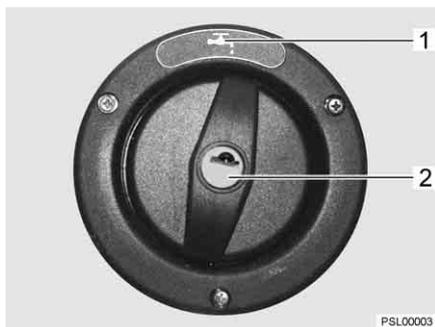

Fig. 181 Tubo de llenado de agua potable
El tubo de llenado de agua potable está identificado con el símbolo "☰" (Fig. 181,1). La tapa de cierre se abre o cierra con la llave para las cerraduras de trampa exteriores.
- Introducir la llave en el cilindro de cierre (Fig. 181,2) y girarla un cuarto de vuelta en sentido contrario a las agujas del reloj.
- Abrir el tubo de llenado de agua potable (Fig. 181) (véase el capítulo 6).